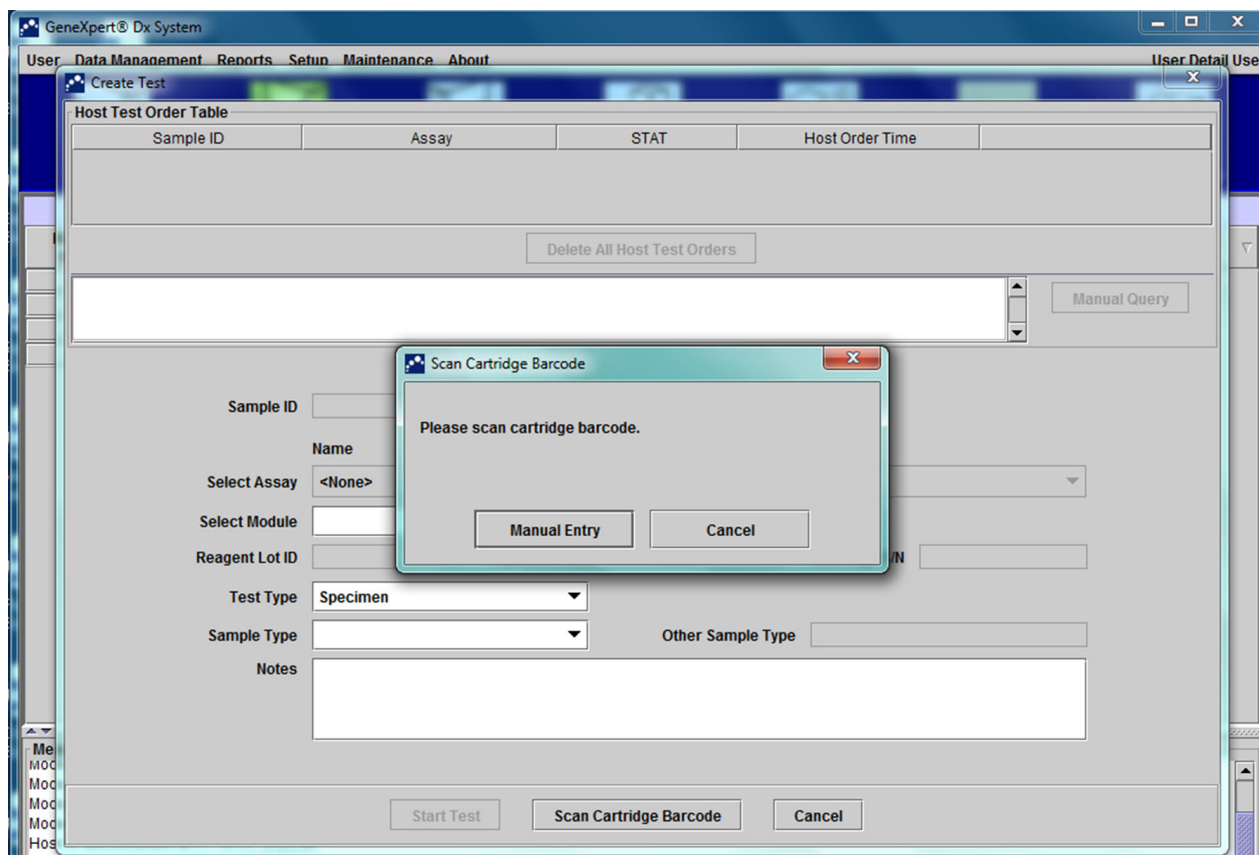

Figura 5-114. Tabelul cu comenzi cu ecranul suprapus Scanare cod de bare cartuş
2. Ecranul Comandă test gazdă (Host Test Order) va fi afișat cu un ecran suprapus Scanare cod de bare cartuș (Scan Cartridge Barcode). Consultați Figura 5-114.
3. Conform instrucțiunilor din Figura 5-114, scanați codul de bare al cartuşului folosind scannerul furnizat.